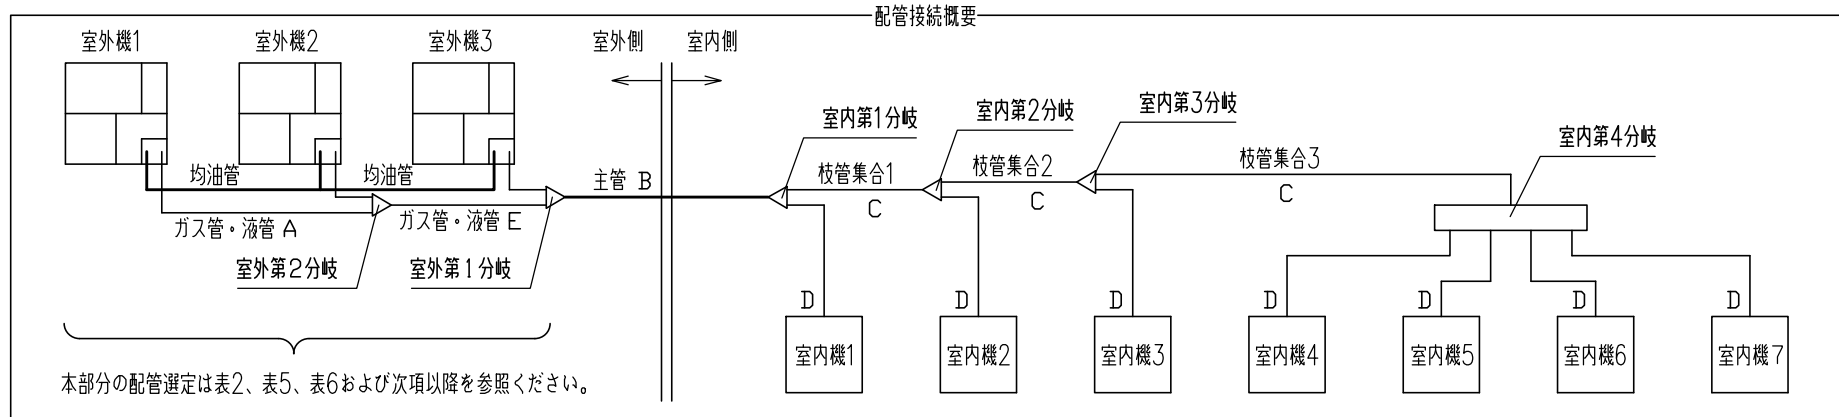

図1
(1) 主管(室外側の分岐～室内側の第一分岐間): 図1のB部
(2) 室外機～室外機側の分岐間: 図1のA部
(3) 室内側の第一分岐～室内側分岐間: 図1のC部
但し、主管(図1のB部) サイズを超えないでください。
(4) 室内側分岐～室内機間: 図1のD部
(5) 3台組合せ用室外分岐管間配管選定: 図1のE部